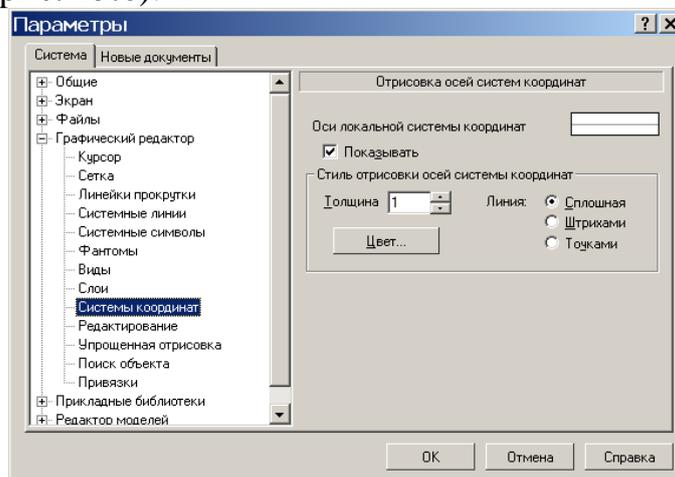

Рис. 15.6. Окно диалога **Системы координат**.
3. Выведите далее окно настроек элемента **Системы координат**: проверьте наличие флажка опции **Показывать оси локальной системы координат** (рис. 15.6).